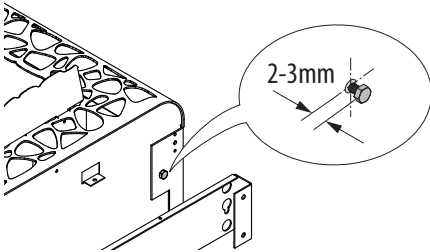

Abb. 8
- Hierbei muss zum Einhängen des Saunaofens ein Abstand von ca. 2-3 mm zwischen Schraubenkopf und Rückwand des Ofens vorhanden sein (Abb. 8).